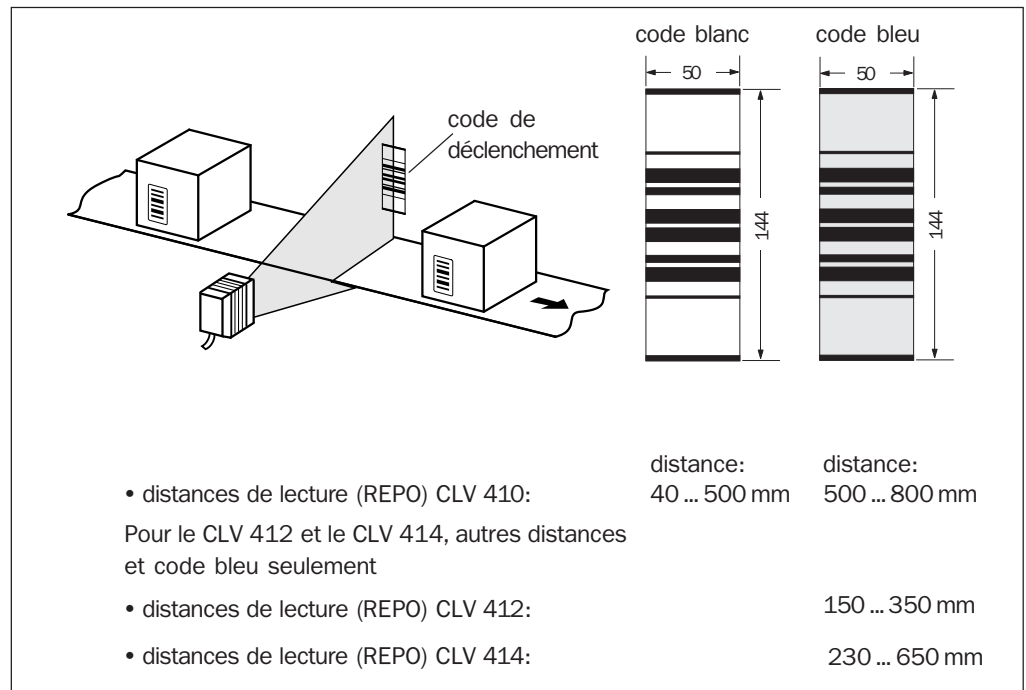

Fig. 13. Positionnement du code de déclenchement
- Respecter les distances de lecture respectives des 2 codes spéciaux (*fig. 13*).